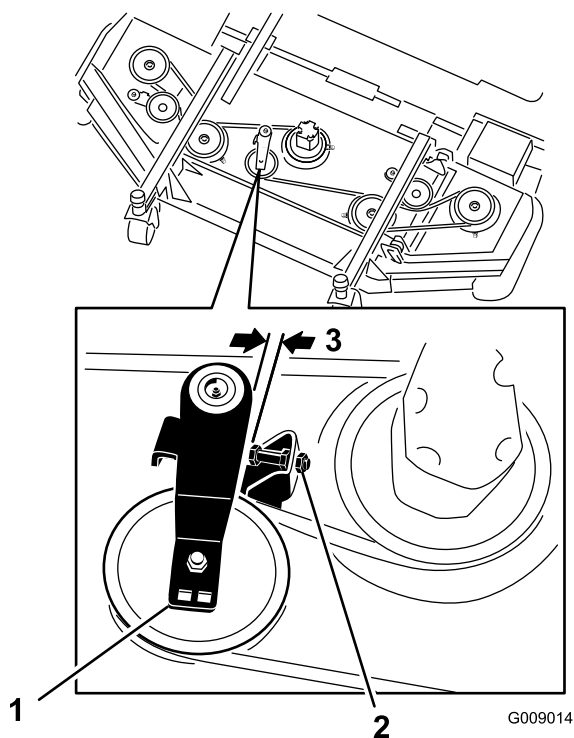

Figura 124
3. Na plataforma frontal, posição central, desaperte as porcas de bloqueio no parafuso limitador da polia intermédia e enrosque o parafuso limitador até ao suporte (Figura 124).
4. Utilizando uma chave de roquete ou ferramenta semelhante, afaste cada polia intermédia da plataforma lateral da correia da transmissão para libertar a tensão da correia e permitir que esta saia da polia da plataforma lateral (Figura 124).